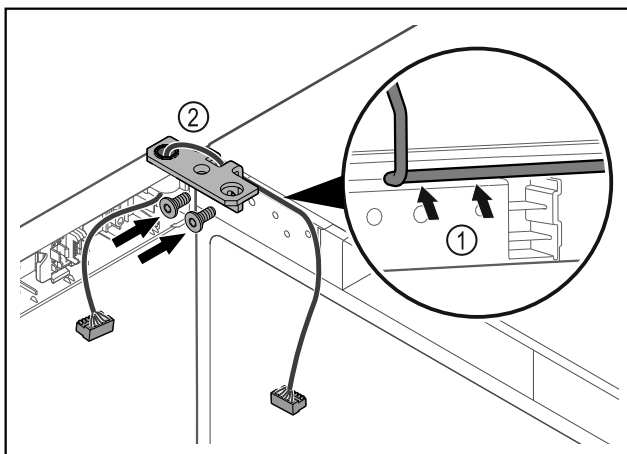

Fig. 43
- Kabel durch die Ausparung des Scharnierwinkels führen und vorsichtig verlegen Fig. 43 (1).
- Scharnierwinkel Fig. 43 (2) anschrauben.